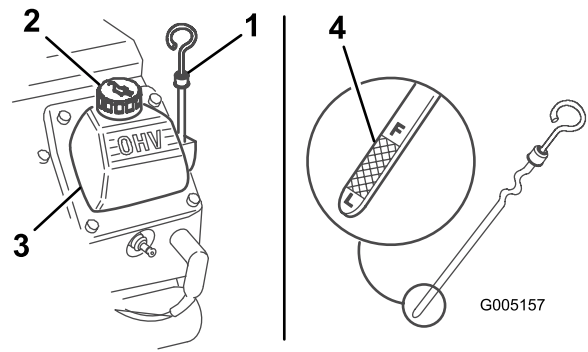

Figura 24
3. Limpie la zona alrededor de la varilla de aceite (Figura 24).
4. Retire la varilla y limpie el extremo metálico (Figura 24).
5. Introduzca la varilla a fondo en el tubo de la varilla (Figura 24).
7. Si el nivel de aceite es bajo, limpie la zona alrededor del tapón de llenado y retire el tapón (Figura 24).
12. Retire el tapón de llenado de aceite (Figura 24) y vierta lentamente aproximadamente el 80 % de la cantidad especificada de aceite a través de la tapa de la válvula.